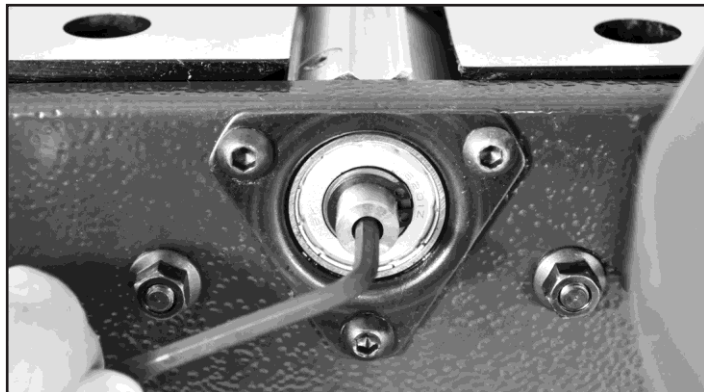

FIG. 22
2. Pour empêcher la tête de coupe de tourner pendant qu'elle travaille sur les couteaux, insérez la clé d'hexagone fournie à l'extrémité de l'arbre de la tête de coupe qui fait face à l'avant de la machine, sous l'onglet avant du gardien. La tête de coupe peut alors être pivotée en toute sécurité et positionnée pour changer les coupeurs d'insert. FIG. 22.
Pour faire pivoter la tête de coupe et l'empêcher de bouger pendant qu'il travaille sur les tables, utilisez la clé d'hexagone fournie et insérez-la à l'extrémité de l'arbre de la tête de coupe qui fait face à l'avant de la machine, sous l'onglet avant du gardien. La tête de coupe peut alors être pivotée et positionnée en toute sécurité. Voir FIG. 22 à la page 15.